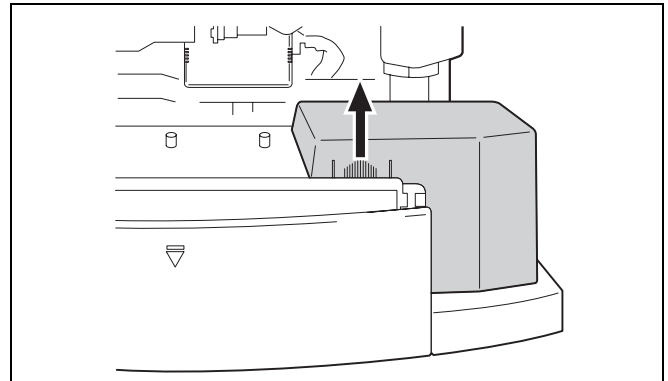

Fig. 10 Togliere il coperchio della morsettiera cavi
- Togliere il coperchio della morsettiera (fig. 10).